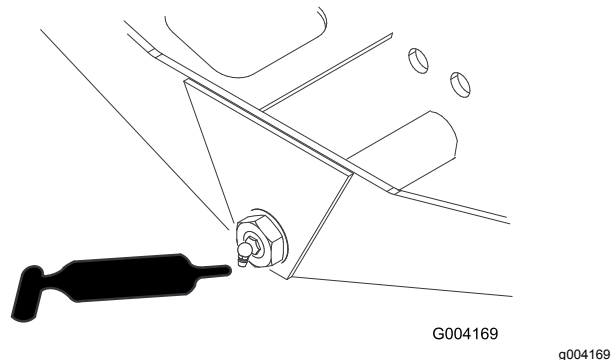

Figura 67
- Perno sterzante del ponte (1) (Figura 67)